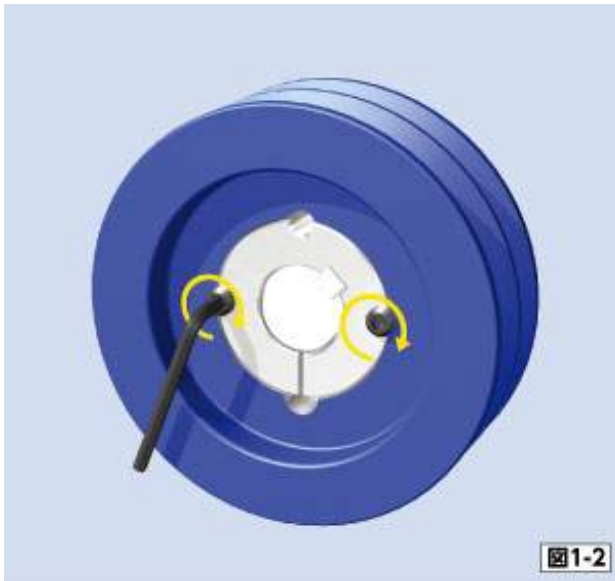

図1-2
- ④ 六角レンチでセットスクリューを交互に少しずつ一様に締めつけます **図1-2**。